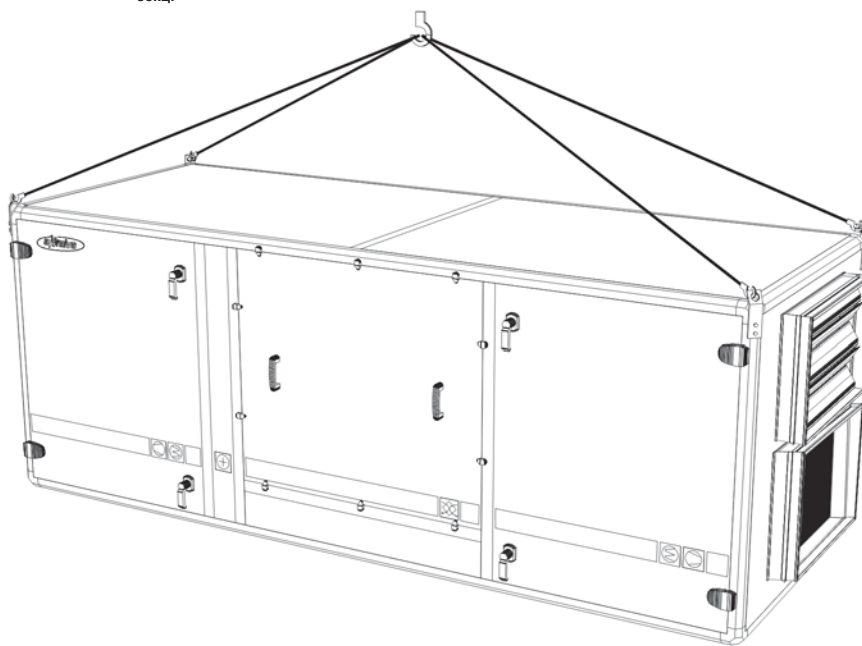

Рис. 1
- При разгрузке или погрузке устройств, подъемный трос крепится в предназначенных для этой цели подъемных петлях (рис. 1).